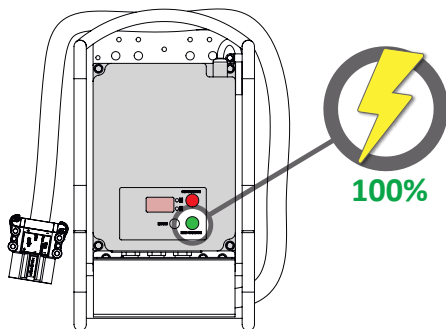

Abb. 14F - Warten, bis der Akku vollständig aufgeladen ist
5. Sobald der Akku 100 % erreicht hat, wechselt das rote Licht am Ladegerät zu grün (Abb. 14F).